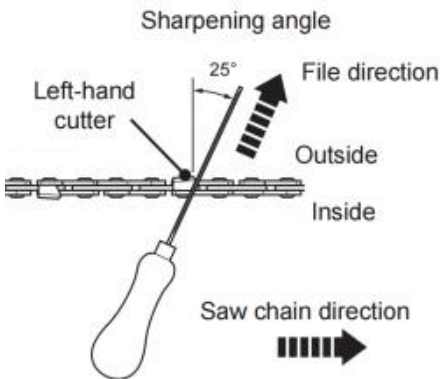

Fig. 74
5. Vijl loodrecht op het staafje en onder een hoek van 25° met de rijrichting (Fig. 74).